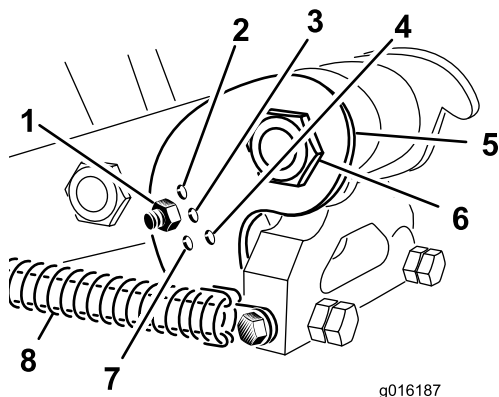

図 37
キャンバブラケット (図 37) を、使用するタインに合った正しい位置にセットしてください。ヘッドストップのセット位置は基本的に 5ヶ所ですが、調整ロッドを通す穴を選択することにより、ヘッドストップのセット位置が 5ヶ所のうちの 1 つに決まります。これらの穴は事前に設定されており、たとえば、場合によって、12インチ位置で10インチのタインを使うと、より滑らかな仕上がりとなります。
3. タインヘッドにかかっているスプリングのテンションを解除する (図 37)。
4. キャンバブラケットの調整穴についているボルトとナットを外す (図 37)。
5. キャンバブラケットを回転させて、アームについている穴のうちの希望する穴に合わせ、ボルトとナットを取り付ける (図 37)。